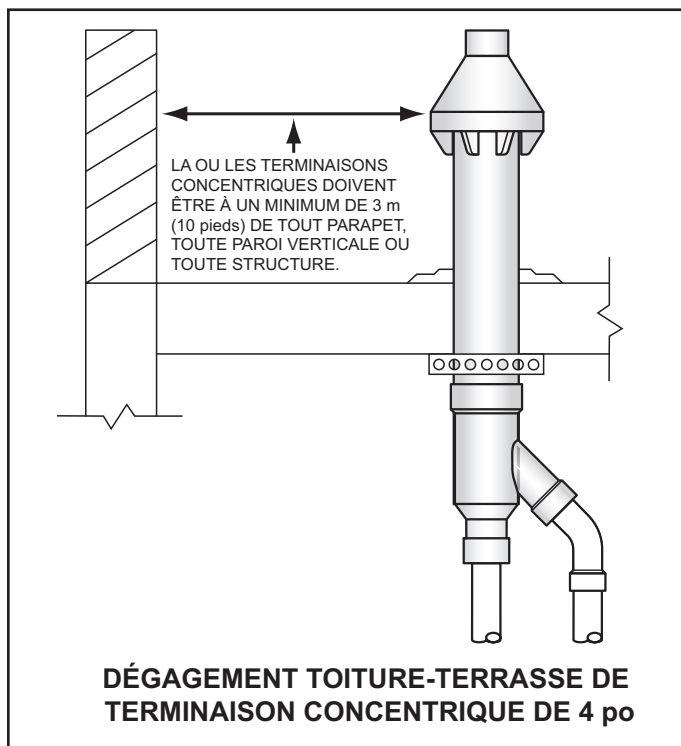

Figure 28
4. Lors de l'installation d'une terminaison concentrique verticalement à travers un toit-terrasse, le bouchon d'aération de la terminaison doit se trouver à un minimum de 3 m (10 pi) de tout parapet, toute paroi verticale ou structure comme l'indique la Figure 28.